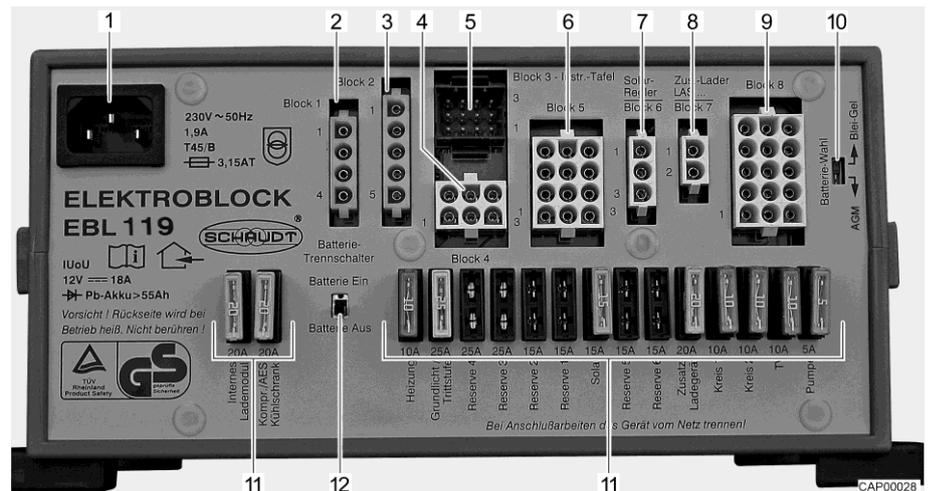

Fig. 30 Centralina elettrica (EBL 119)
- Disinserire l'interruttore staccabatteria (Fig. 30,12) sulla centralina elettrica.